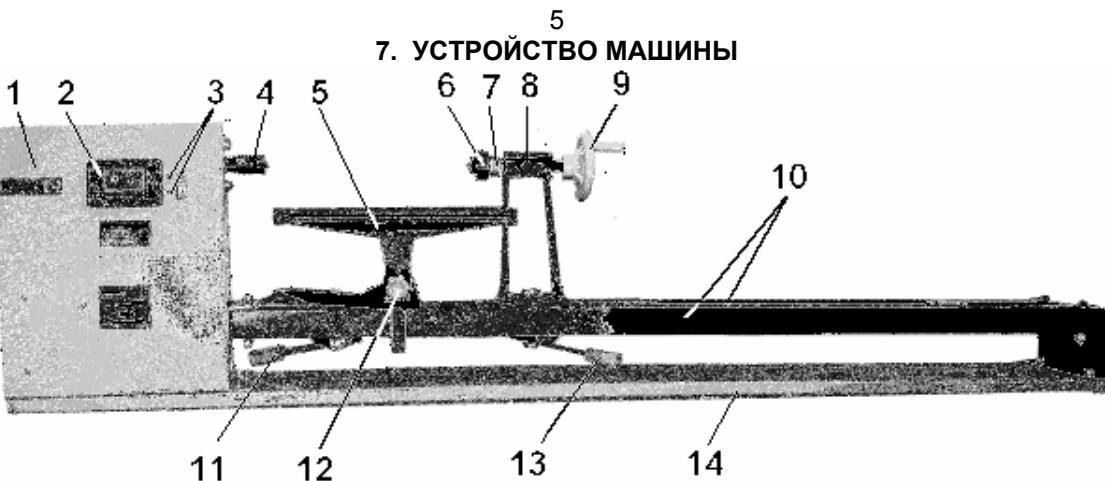

Рис. 2
7.1. Машина состоит из следующих сборочных единиц и деталей (Рис. 2):
8.1. Как показано на Рис.2, установите винт фиксации (2) подручника (5).
#### 9.3. Задняя бабка (Рис. 2)
#### 9.4. Подручник (Рис.2,7)
#### 9.6. Установка планшайбы (Рис. 2,10)
#### 10.1. Включение (Рис. 2,7,10)
На одном торце сделайте пропил ножовкой по дереву на глубину приблизительно 1,5 мм на каждой диагональной линии. Это необходимо для установки заготовки в ведущий центр (4) шпинделя (Рис.2.).
10.2.2. Установите заготовку между центрами (4) и (6) и зафиксируйте заднюю бабку (8) ручкой (13), Рис.2. Переместите центр задней бабки (8) в заготовку, поворачивая маховик (10). Убедитесь, что центр задней бабки (8) и ведущий зубчатый центр (4) передней бабки «сели» в заготовку, в отверстия, сделанные ранее.
10.2.3. Отрегулируйте подручник (5) приблизительно на 3 мм от углов заготовки и на 3 мм над линией центров (4) и (6) (Рис. 2). Надёжно зафиксируйте опору подручника (28) и подручник (5). Поверните заготовку рукой, чтобы убедиться, что углы не ударяются о подручники. Скорость обработки данной заготовки должна быть не более 810 об/мин. для «черновой обработки».